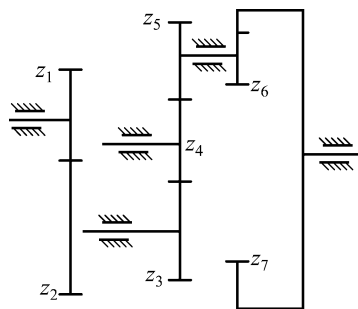

图 44
32. 在图 44 所示轮系中, 已知 z_1 的转速为 $n_1 = 1\,440\text{r/min}$, 各轮齿数为 $z_1 = z_3 = z_6 = 18$, $z_2 = 27$, $z_4 = z_5 = 24$, $z_7 = 81$, 试求 z_7 的转速 n_7 , 并说明 n_7 与 n_1 转向是相同还是相反, 如有惰轮请指出。